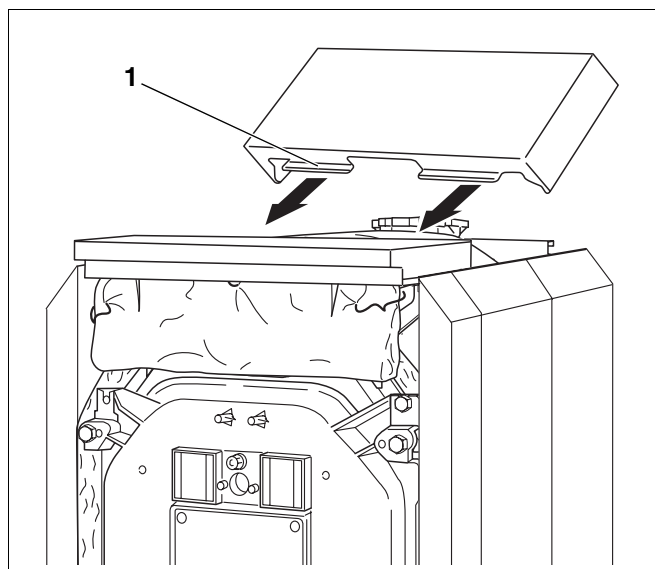

Fig. 53 Montarea capacului median
- Capacul median se introduce cu profilele (fig. 53, **poz. 1**) sub capacul anterior și se potrivesc în bordura pereților laterali.